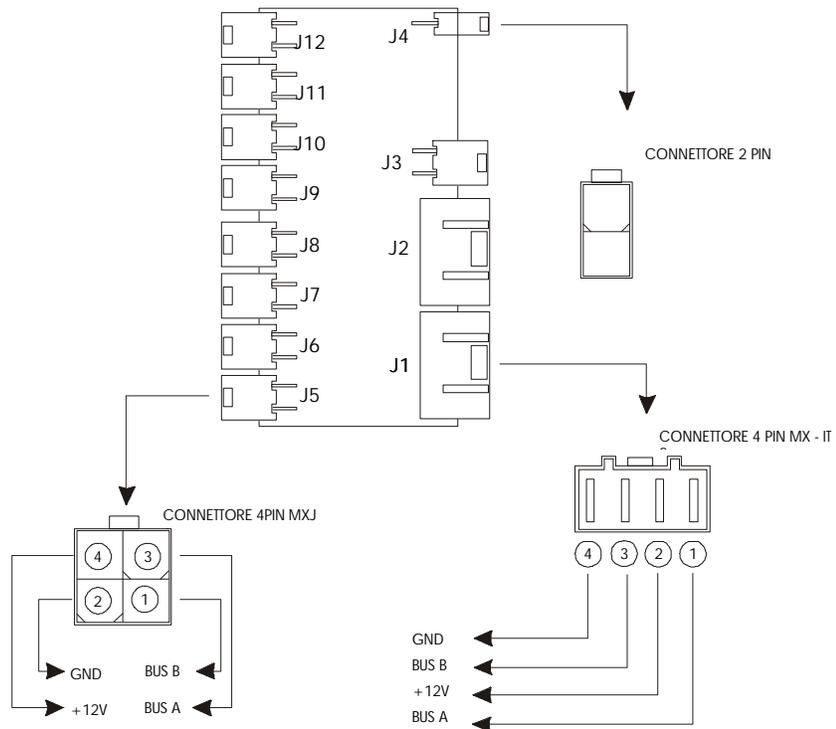

Figure 18 "Power Hub"
- J1..J2 Molex "*caimano*" sigle **mlx94213-2014** avec les contacts disposés de la façon suivante (voir aussi Figure 18):
- J12 Molex "*mini-fit Jr*" sigle **MLX5569-04** avec les contacts disposés de la façon suivante (voir aussi Figure 18):
- J12 Molex "*mini-fit Jr*" sigle **MLX5569-02A2** avec les contacts disposés de la façon suivante (voir aussi Figure 18):